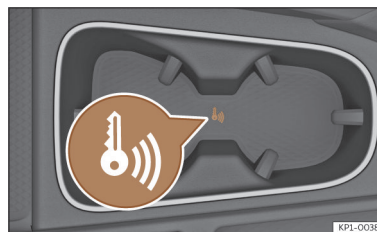

Fig. 115 Na consola central: arranque de emergência.
- Imediatamente depois de pressionar o botão de arranque, coloque a chave no suporte de copos da coluna central >>> **Fig. 115**, o mais próximo possível do logo Kessy.